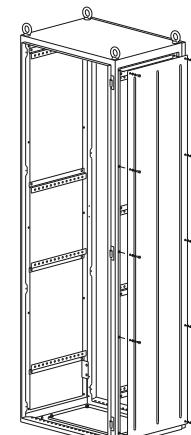

Рисунок 1
4.2.1 Вставьте панель боковую, таким образом, чтобы отгиб боковой панели был направлен в проём каркаса. Совместите отверстия в панели с резьбовыми отверстиями в каркасе шкафа и закрепите десятью винтами M6x16 с плоской и пружинной шайбой (рисунок 1).